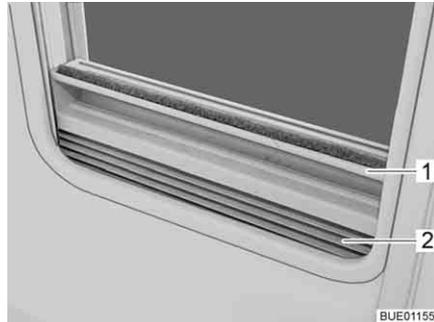

Fig. 61 Tendina oscurante pieghevole
- Afferrare la tendina oscurante pieghevole (Fig. 61,2) per la parte centrale della barra di presa (Fig. 61,1), tirarla dal basso verso all'alto e rilasciarla nella posizione desiderata. La tendina oscurante pieghevole rimane in questa posizione.